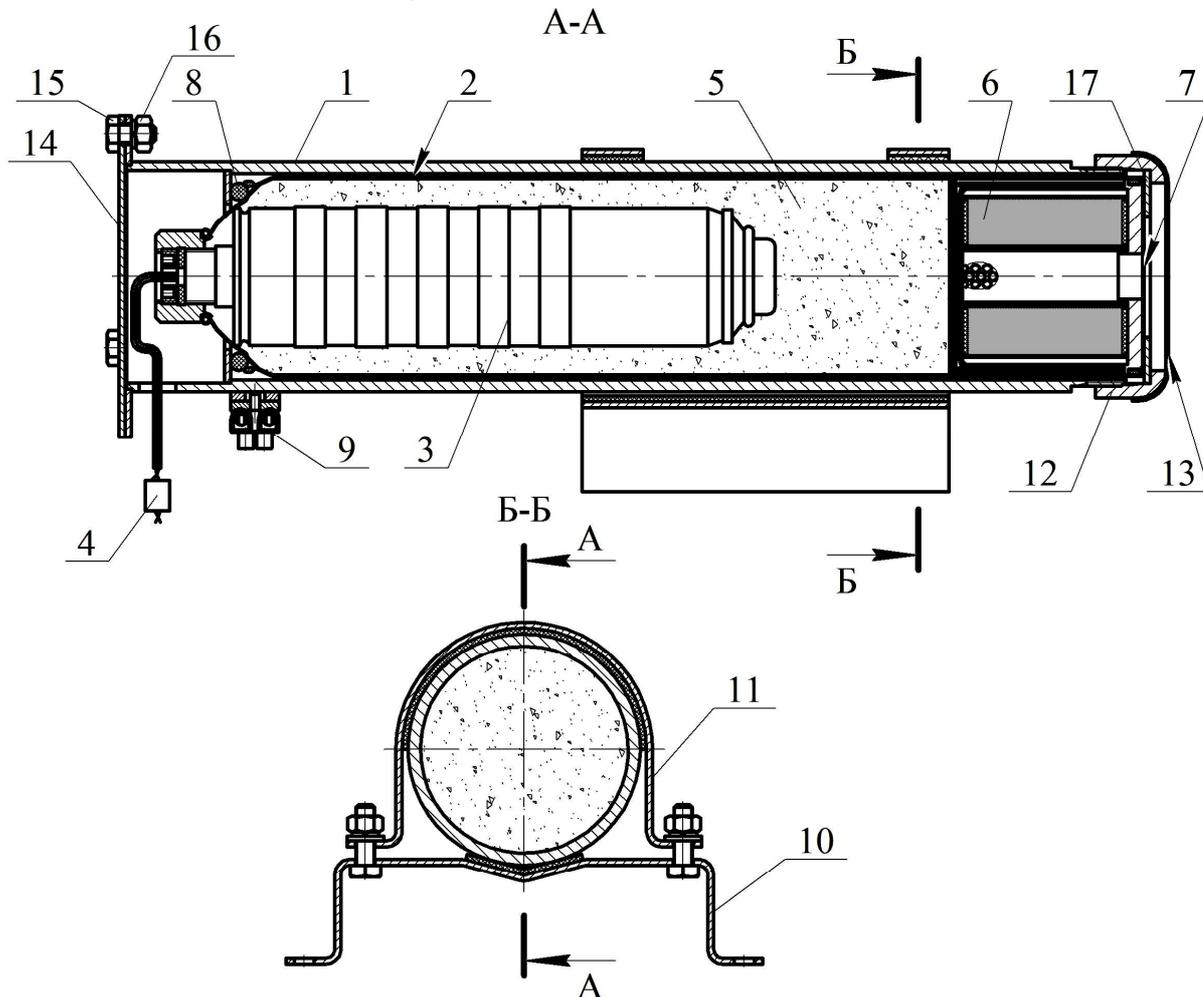

Рисунок 1
4.1.1 ГППТ (см. рисунок 1) состоит из корпуса **1**, в котором размещен сменный картридж **2**, содержащий газогенерирующий элемент **3** с элементом электропусковым **4**. Свободный объем корпуса картриджа **2** заполнен таблетками охладителя **5**. Для очистки огнетушащего газового вещества от механических примесей в картридже установлен фильтр - сепаратор **6**. Выходное отверстие фильтра-сепаратора заглушено самоклеющейся пленкой ПВХ **7**. Для компенсации воздействия вибрации между картриджем **2** и крышкой корпуса **1** установлено резиновое кольцо **8**. Для соединения пусковой линии с элементом электропусковым **4** на корпусе ГППТ установлена соединительная коробка (зажим контактный винтовой) **9**. ГППТ снабжён кронштейном **10**, к которому при помощи двух хомутов **11**
6.1 Извлечь ГППТ из упаковки, произвести визуальный осмотр целостности корпуса. Снять крышку **12** (см. рисунок 1), свинтив с трех болтов **15** гайки **16**.
6.2 Закрепить кронштейн **10** (см. рисунок 1) на потолке, стене или иной несущей плоскости, расположенной под любым углом относительно поверхности пола. Координаты отверстий в кронштейне, предназначенном для крепления ГППТ, приведены на рисунке 2.
6.3 Соединить в коробке **9** оголенные концы выводов элемента электропускового **4** с пусковой линией. Установить крышку **14** на корпус **1** и закрепить путем скручивания болтов **15** с гайками **16**. Установить ГППТ в кронштейне **10** и закрепить хомутом **11** при помощи соединений болт – гайка. ГППТ допускается устанавливать под любым углом. Снять самоклеющуюся пленку **14** (см. рисунок 1) с гайки **13**.
7.1 Один раз в месяц внешним осмотром проверяется целостность корпуса ГППТ, надежность соединения проводов элемента электропускового 4 (см. рисунок 1) с проводами цепи запуска ГППТ в соединительной коробке 9, а также отсутствие обрывов проводов цепи запуска, внешних повреждений их изоляции и мест соединений. При ослабленной затяжке крепления ГППТ произвести подтяжку.
- извлечь ГГПТ из кронштейна **10** (см. рисунок 1), скрутив гайки **16** с болтов **15**, снять с ГГПТ крышку **14**, отсоединить пусковой кабель и перенести генератор в комнату сборки;